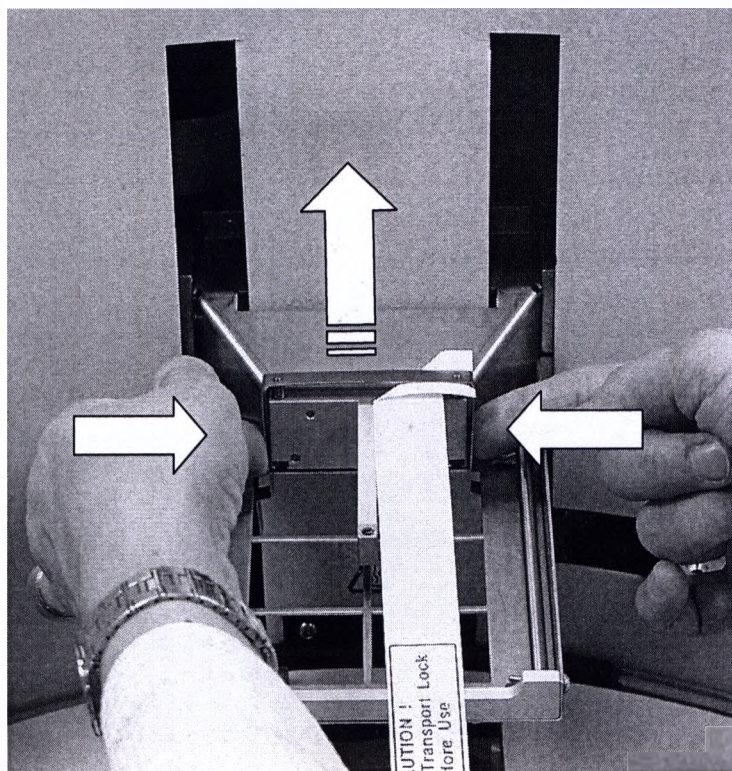

Рис. 5.3 Снятие транспортировочного фиксатора держателя наконечников
2. Поднять держатель наконечников выше и продолжать нажимать на транспортировочный фиксатор держателя. Извлечь фиксатор, освободив его из двух эксцентриковых шпилек (Рис. 5.3 и 5.4). Повторная установка транспортировочного фиксатора при изменении места установки инструмента: см. п. 5.4.1 («Повторная установка транспортировочного фиксатора держателя наконечников»).